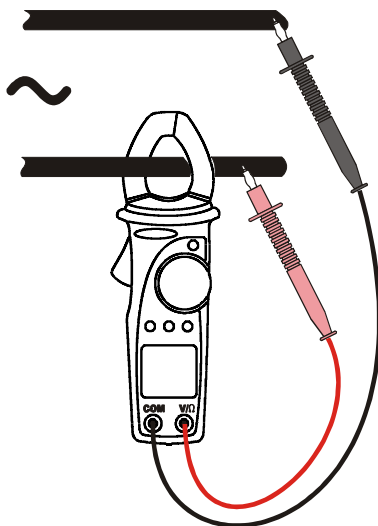

Fig. 12: medida de potencia y energía en un sistema monofásico.
3. Inserte el cable rojo en el terminal de entrada V/Ω y el cable negro en el terminal de entrada COM (ver Fig. 12).